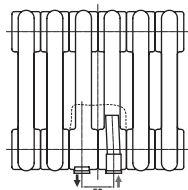

рис. 4
- 1) Подсоединение в центре батареи на расстоянии через 50 мм (см. рис. 4) является универсальным. На сегодняшний день Irsar предлагает широкую гамму продукции с таким типом соединения.